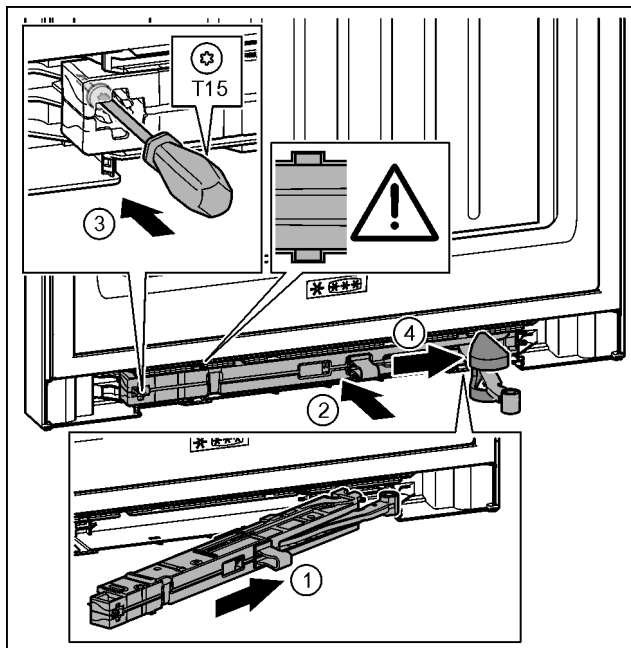

Fig. 39
- Schließdämpfereinheit auf der Lagerbockseite bis zum Anschlag schräg in die Aussparung einschieben. Fig. 39 (1)
- Schließdämpfereinheit vollständig in Aussparung schieben. Fig. 39 (2)
- Schraube mit einem Schraubendreher T15 festschrauben. Fig. 39 (3)
- Abdeckung über Gelenk schieben. Fig. 39 (4)